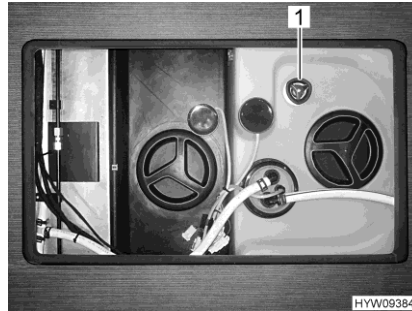

Bild 205 Ratt (vattentank)
**Öppna:** ■ Vrid ratten (Bild 205,1) på vattentanken moturs tills den första läggesspärren. Vattnet rinner ut tills ca 20 liter är kvar.
**Stänga:** ■ Vrid ratten (Bild 205,1) på vattentanken medurs till stoppläget.
- Vrid ratten (Bild 205,1) på vattentanken moturs mot motståndet till stoppläget för att öppna utloppsöppningen helt.